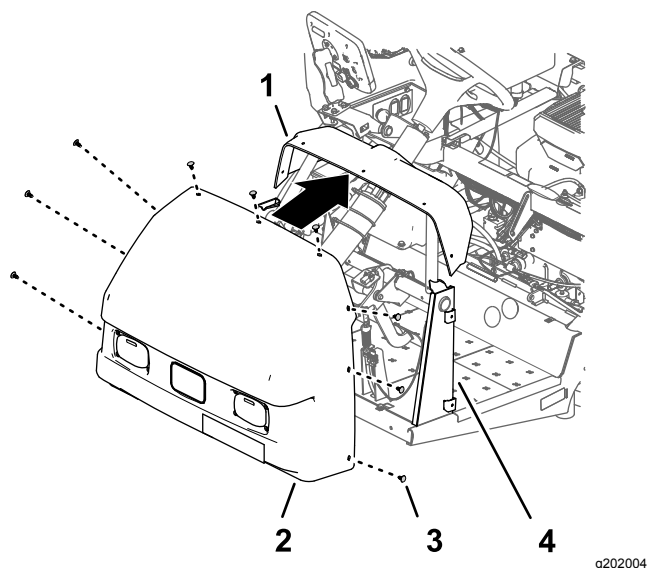

Figura 213
1. Alinee los orificios del capó con los orificios del salpicadero y del bastidor de la máquina (Figura 213).
2. Sujete el capó al salpicadero y al bastidor con 9 grapas (Figura 213).